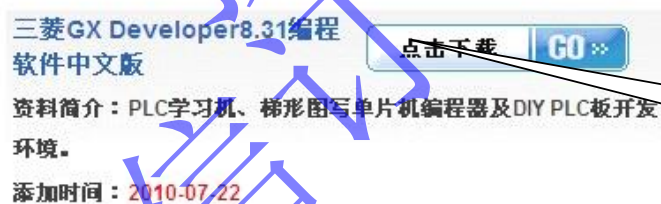

图 3-2 下载中心图片
- * 如果电脑上没有安装GX Developer8.31编程软件,请登陆<http://www.plc77.com/xzzx.asp>找到图 3-2 点击下载。